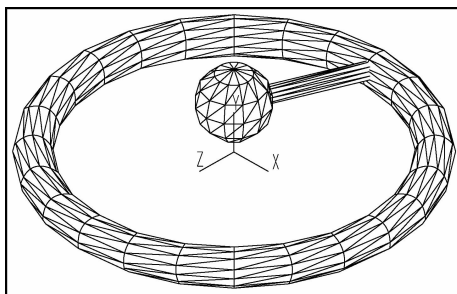

图 11-47 消隐处理
(6) 转换轴为西南等轴测, 拉伸圆后, 进行消隐处理, 如图 11-47 所示。